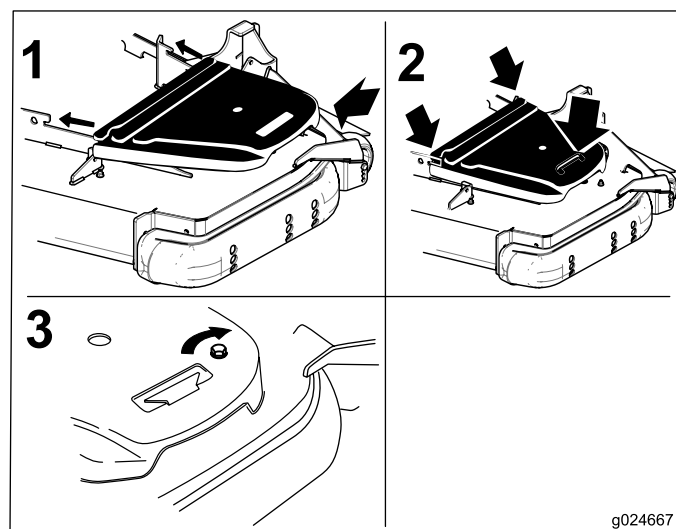

Figure 72
12. Reposez les couvercles de courroies (Figure 72).